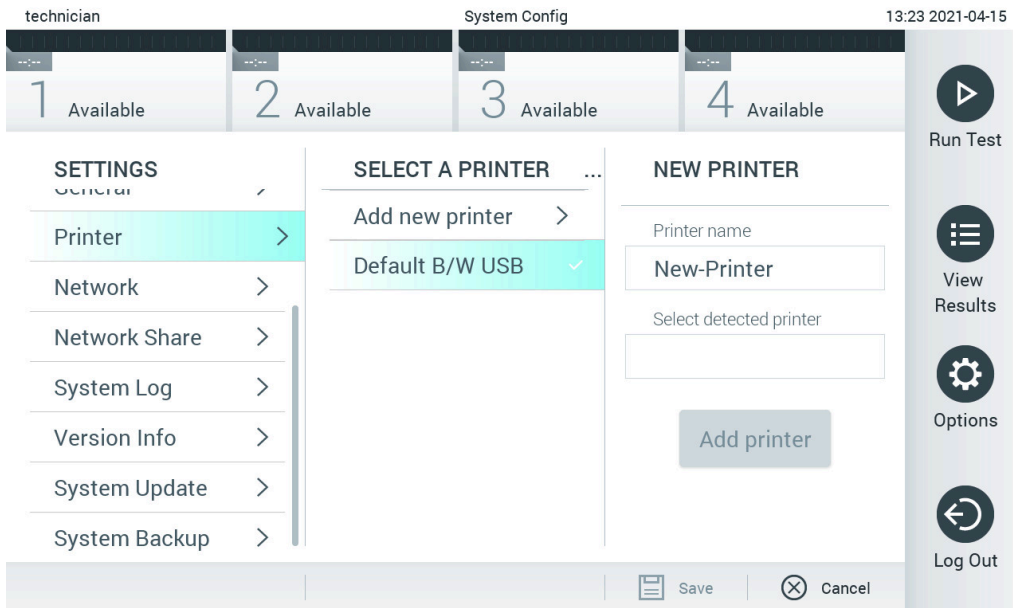

Figure 101. Installation de l'imprimante avec installation du pilote
5. Cliquez sur **Add Printer** (Ajouter imprimante) (figure 101).